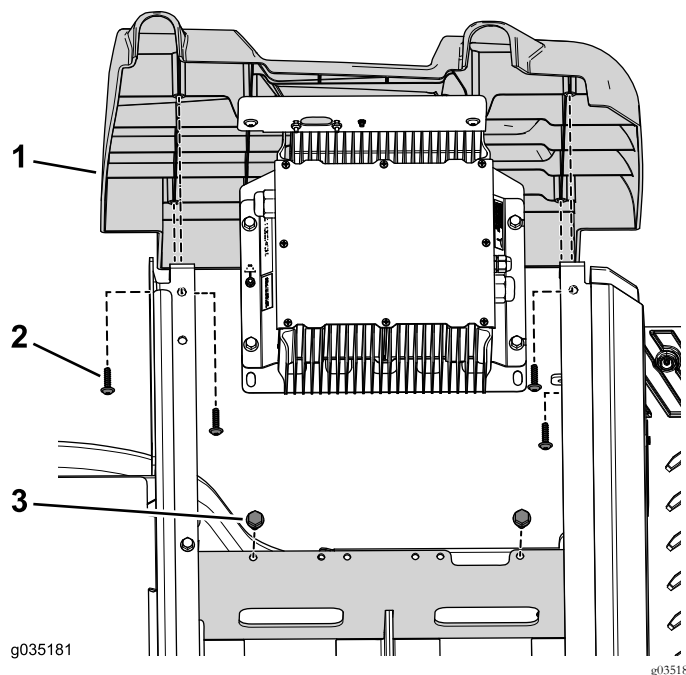

Bild 88
9. Befestigen Sie die Halterung des Ladegeräts mit den zwei Schrauben ($\frac{3}{8}" \times \frac{3}{4}"$) am Batteriefach (Bild 88).